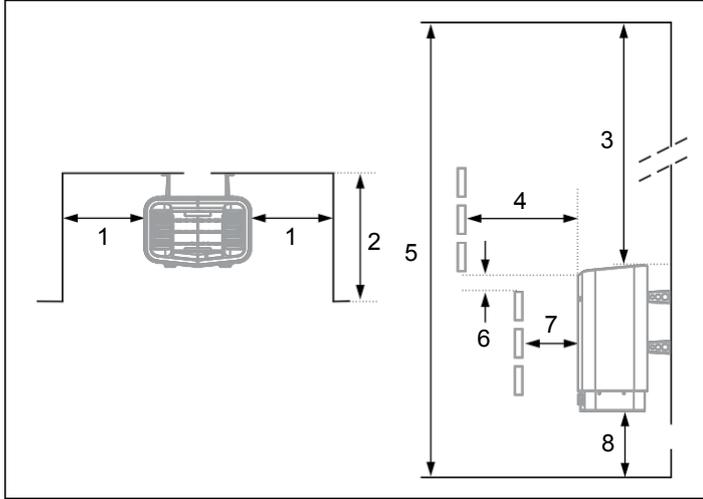

Figura 3: Posizionamento del riscaldatore - installazione a incasso
- sulla stessa parete della porta (o sulla parete laterale se molto vicina alla parete della porta). Il riscaldatore può anche essere posizionato in una nicchia (vedi Figura 3).
Posizionare il riscaldatore a una distanza di sicurezza dal pavimento, dalle pareti laterali e dagli arredi interni (vedere Figura 3).